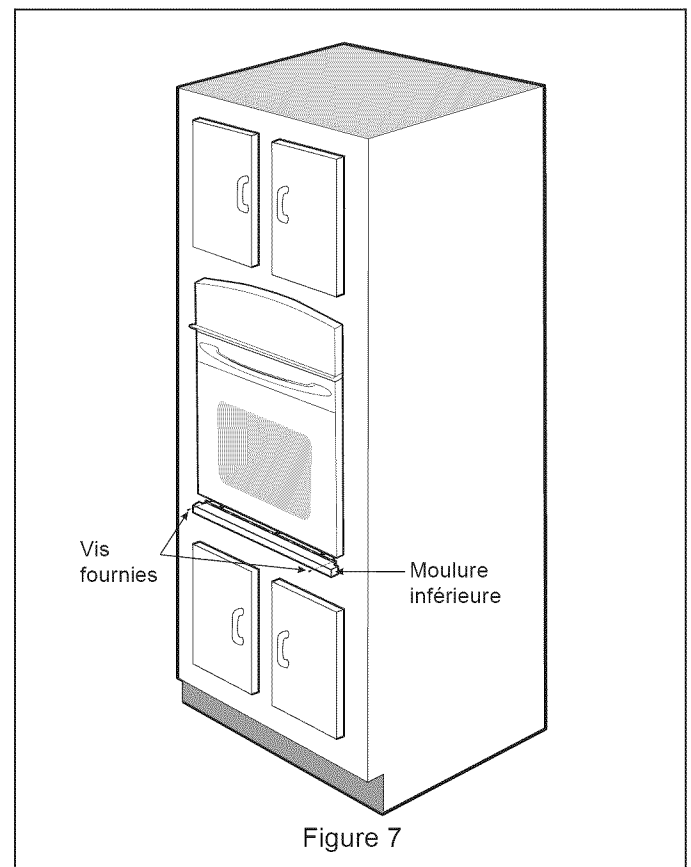

Figure 7
- B. Fixer la moulure en utilisant les vis fournies (voir Figure 7).